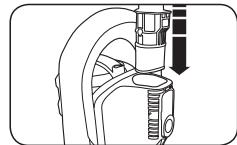

Fig. 1
- Faites glisser la poignée dans les fentes situées sur le dessus de l'aspirateur jusqu'à ce que vous entendiez un clic d'enclenchement (Fig. 1).